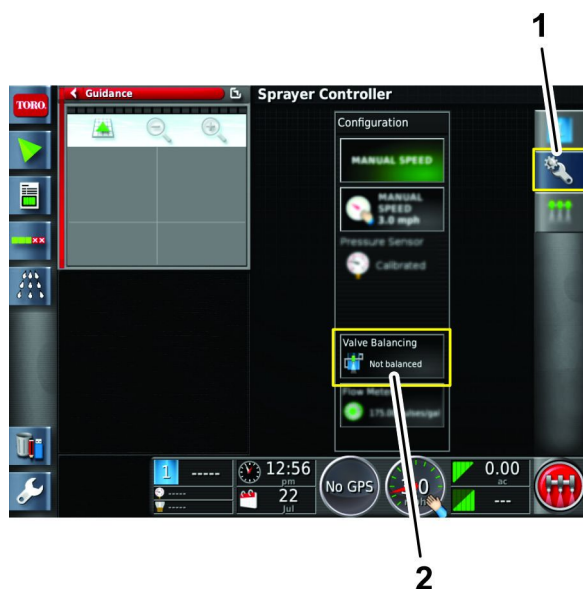

Рисунок 46
6. Нажмите на значок конфигурации, затем нажмите на значок мастера балансировки клапанов (Рисунок 46).